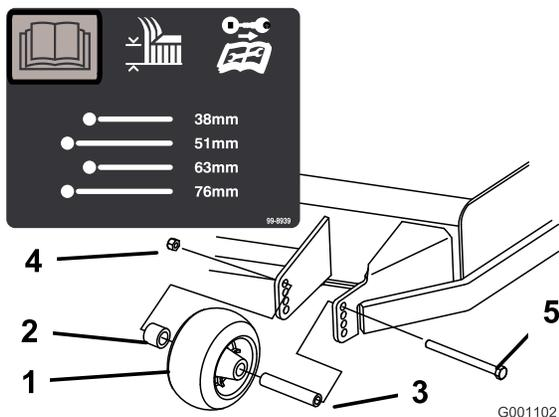
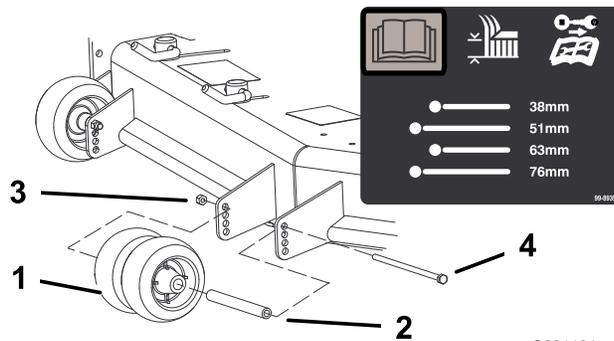
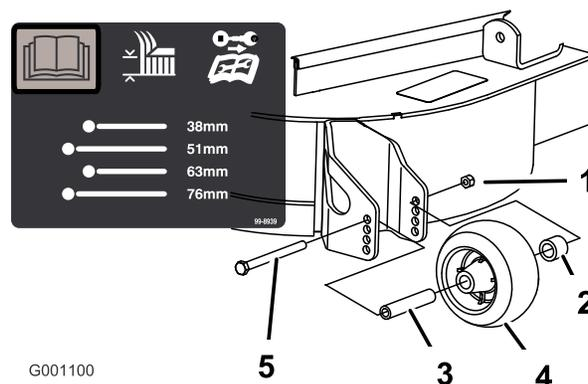

Figura 17
Figura 18
Figura 19
3. Después de ajustar la altura de corte, ajuste los rodillos retirando la tuerca con arandela prensada, el casquillo, el espaciador y el perno (Figura 17, Figura 18, y Figura 19).
**Nota:** Los dos rodillos centrales no tendrán espaciador (Figura 18).
5. Instale la tuerca con arandela prensada, el casquillo, el espaciador y el perno. Apriete a 54–61 Nm (Figura 17, Figura 18 y Figura 19).